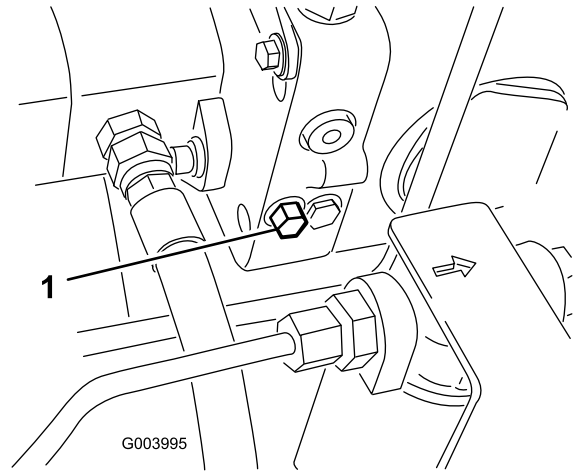

Figura 55
- La válvula de desvío está situada en el lado izquierdo del hidrostato (Figura 55). Gire el perno una vuelta y media para abrirla y dejar pasar el aceite internamente. Puesto que el aceite se desvía, la máquina puede ser movida lentamente sin dañar la transmisión.